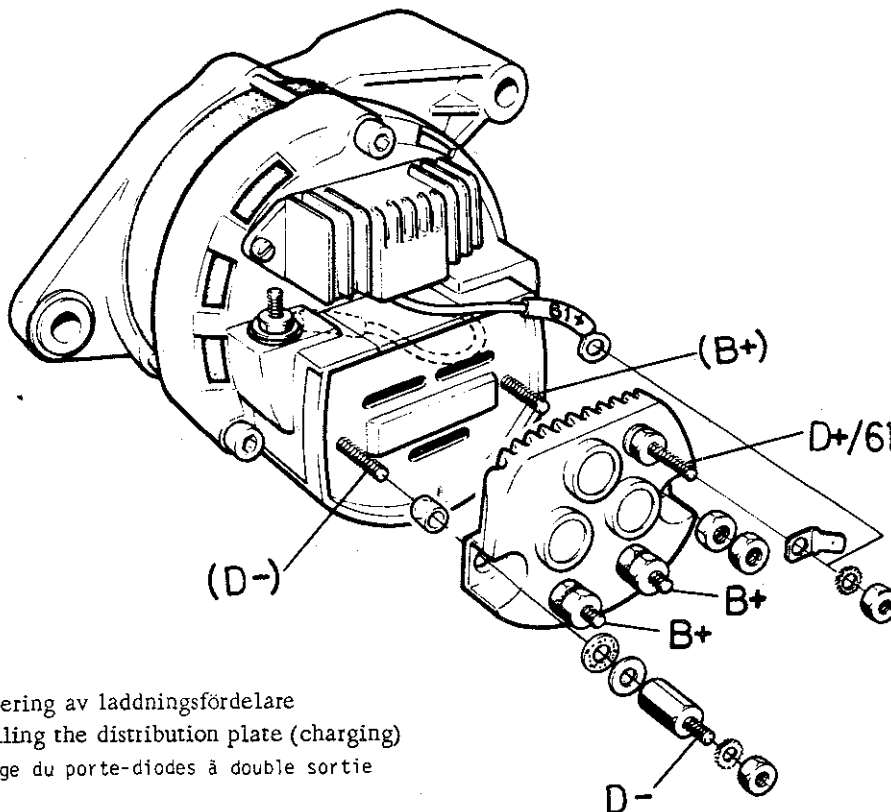

fig.2 ■ Montering av laddningsfördelare
Laddningsfördelaren är försedd med tre isolationsdioder och två strömuttag B+, se fig 2.
The charging distribution plate is provided with three isolation diodes and two sockets B+, see Fig. 2.
Le porte-diodes à double sortie comporte 3 diodes d'isolement et deux bornes B+, voir figure 2.
1. Laddningsfördelaren skall fästas i polskruvarna (B+) och (D-). Se fig 2. Demontera först befintliga muttrar och samtliga brickor. OBS! Dessa skall användas vid monteringen tillsammans med monterings-satsen. Placera där-efter fördelarplattan på plats så som fig 2 visar. Skjut på plasthysan över skruven (D-) så den fyller hålet i plattan samt lägg på fiberbrickan och över denna en planbricka (liten).